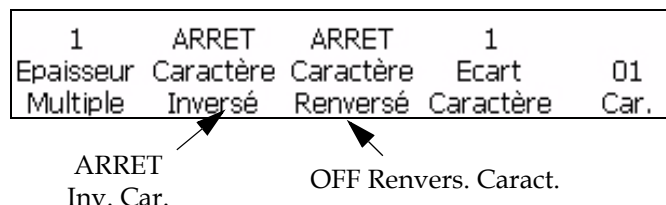

Figure 5-12: <01 Car> Cadre>
- 2 Commencez dans la Fenêtre <01 Caract> (01 Editor> 02 Editor - Config. Caract > 01 Caract). Voir Figure 5-12.
- 2 Commencez à la Fenêtre <01 Caract>. Voir Figure 5-12 à la page 5-16.